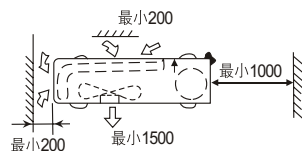

图3 机器户外部分所需空间
(1) 安装场所必须满足如下要求:
- 确定机器四周留有充分空间，并尽可能地远离障碍物，以便操作和维修，见图3。